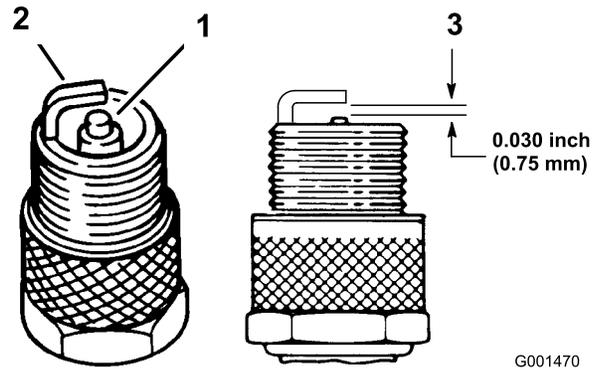

Bild 26
1. Sehen Sie sich die Mitte der Zündkerzen an (Bild 26). Wenn der Kerzenstein hellbraun oder grau ist, ist der Motor richtig eingestellt. Eine schwarze Schicht am Kerzenstein weist normalerweise auf einen schmutzigen Luftfilter hin.
3. Prüfen Sie den Abstand zwischen den mittleren und seitlichen Elektroden (Bild 26). Verbiegen Sie die seitliche Elektrode (Bild 26), wenn der Abstand nicht stimmt.
Hinweis: Achten Sie darauf, dass der Abstand richtig eingestellt ist (Bild 26).
3. Schließen Sie die Zündkerzenstecker an die Zündkerzen (Bild 26).